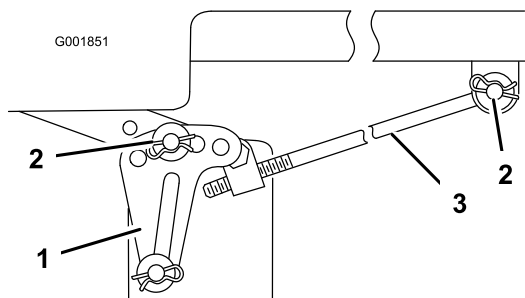

Figura 58
**Nota:** Antes de remover o cortador, anote que furos são usados nos suportes niveladores (Figura 58).
5. Remova o contrapino do gancho e pino de segurança da barra de suporte (Figura 58) da frente em cada lado do cortador.
6. Remova o contrapino do gancho e pino de segurança dos suportes niveladores do cortador (Figura 58) da frente em cada lado do cortador. Anote em que furo o suporte nivelador está montado para futura instalação. Deslize os suportes para fora do pino de montagem.
6. Coloque a barra de ajuste na máquina com a anilha e contrapino do gancho (Figura 58) em cada lado do cortador.
7. Deslize os suportes niveladores nos pinos de montagem e fixe-os com as anilhas e contrapinos do gancho (Figura 58).